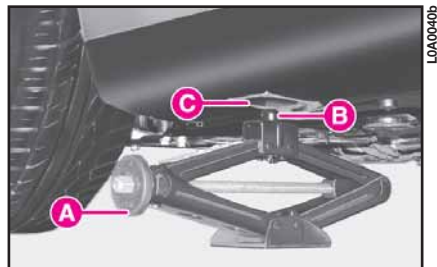

fig. 13
14) Tourner manuellement la poignée **A** (fig. 13) du cric de manière à l'ouvrir partiellement, puis placer le cric sous la voiture.